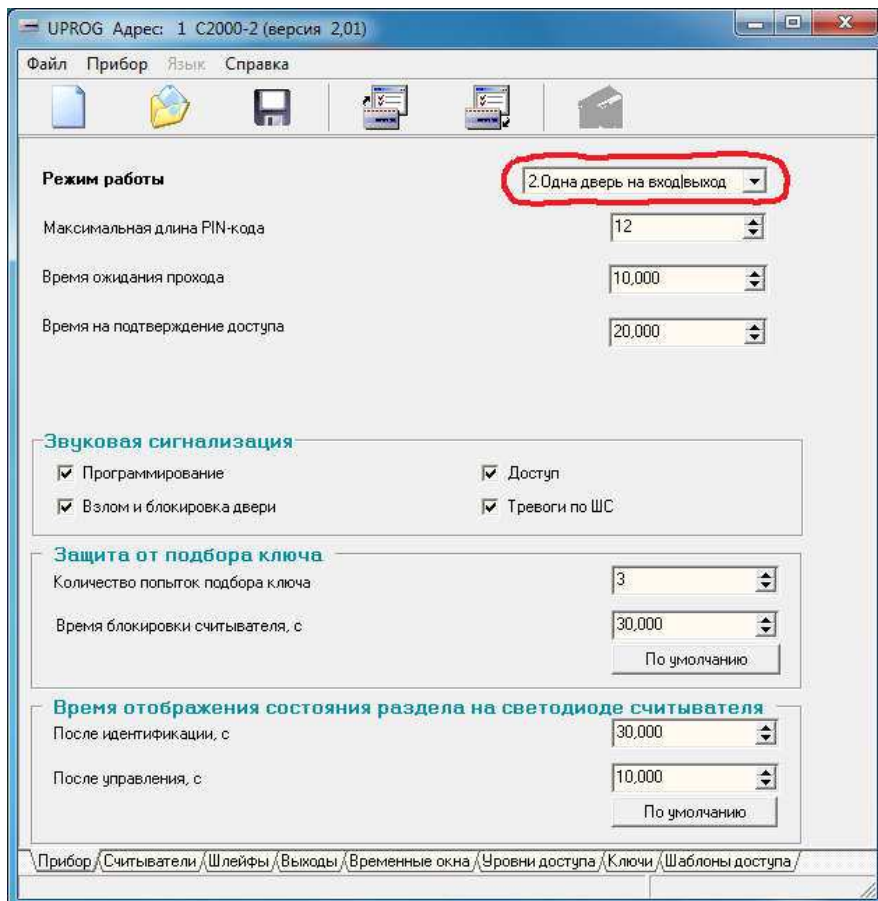
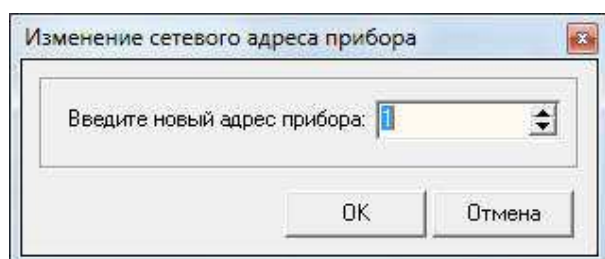
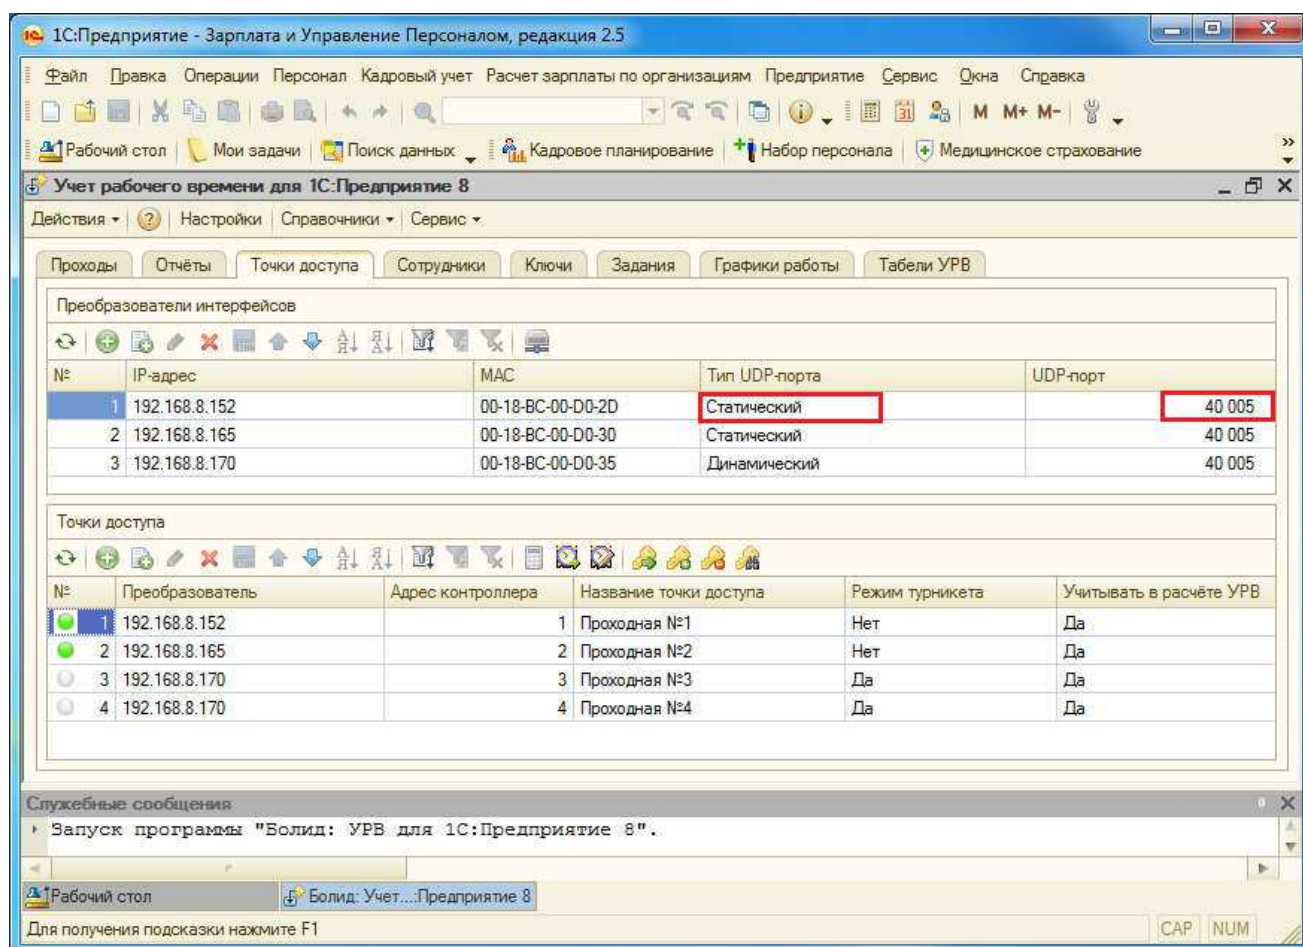

Рис.12. Конфигурирование контроллера доступа C2000-2, закладка «Прибор».
Рис.14. Изменение сетевого адреса контроллера доступа C2000-2.
Рис.16. Страница «Точки доступа».
9) Сконфигурировать контроллер доступа C2000-2. На закладке «Прибор» (см. рисунок 12) установить режим работы «Одна дверь на вход/выход» либо «Турникет». Эта настройка должна соответствовать параметру точки доступа программы УРВ для 1С (см. рисунок 16), где в колонке «Режим турникета» устанавливается значение «Нет» или «Да».
Изменение сетевого адреса контроллера доступа C2000-2 выполняется из главного меню программы UProg путём выбора пункта меню «Прибор→Изменение сетевого адреса». В открывшемся окне (см. рисунок 14) задаётся сетевой адрес прибора в диапазоне 1..127. Этот же адрес задаётся в параметрах точки доступа программы УРВ для 1С (см. рисунок 16), в колонке «Адрес контроллера»;
- На закладке «Точки доступа» добавить сначала преобразователи интерфейсов, затем, точки доступа (предварительно сконфигурированные и подключенные контроллеры доступа). Тип UDP-порта установить значением «Статический», UDP-порт – значением 40005. Сохранить настройки и перезапустить службу «Орион2-Интерфейс» и программу «УРВ для 1С». Если все выполнено правильно, то напротив каждой точки доступа будет видна индикация в виде зеленого кружка (см. рисунок 16).